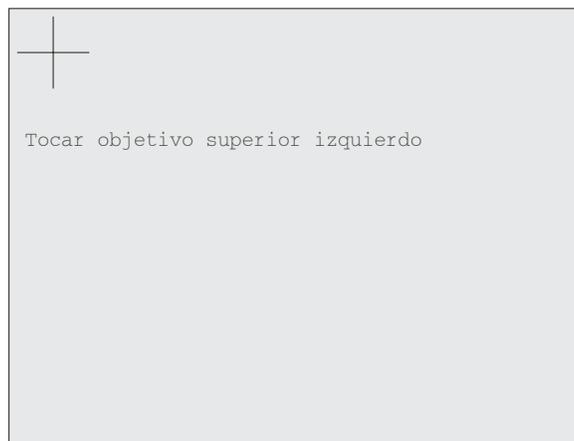

Imagen B1.4.1 Pantalla de calibración inicial
1. Pulse el botón «Calibración de la pantalla táctil» para acceder a la primera pantalla de calibración, como se muestra en la imagen B1.4.1